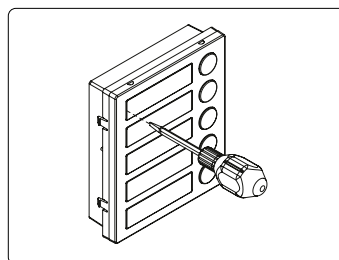

Fig. 10
- Inserire il cacciavite (lato piatto della lama) nell'apposita fessura del porta cartellino come mostrato in Fig. 10.